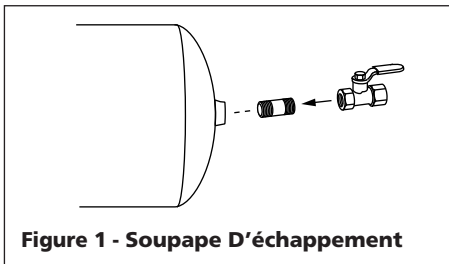

Figure 1 - Soupape D'échappement
1. Fermer la soupape d'échappement (Voir la Figure 1).